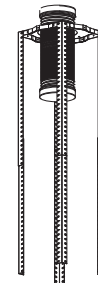

Abbildung 3
– Setzen Sie ein Ende des verlängerbaren Rohrs so in die Öffnung von 170mm ein, dass es übersteht (siehe *Abbildung 3*).